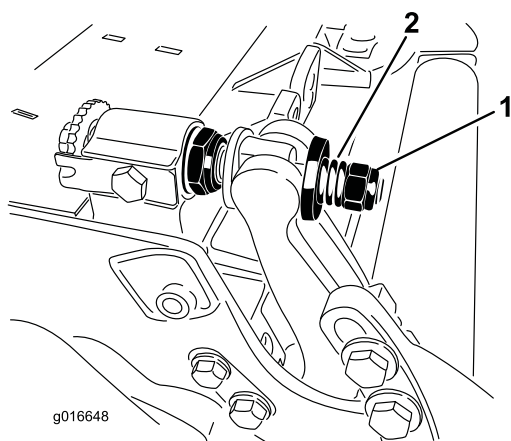

Figura 32
4. Apriete la tuerca de tensado del muelle hasta que el muelle esté comprimido del todo, luego aflójela 1/2 vuelta (Figura 32).
10. Apriete la tuerca de cada ajustador hasta que los muelles de compresión estén comprimidos del todo, luego afloje la tuerca 1/2 vuelta (Figura 32).